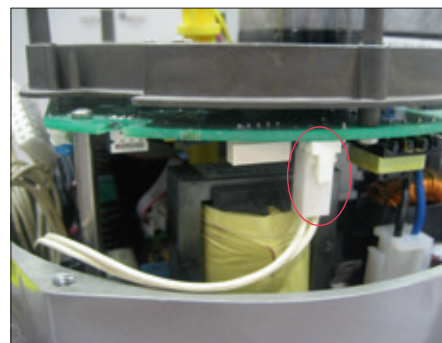

Figura 18
- Rimuovere il cavo con connettore a 2 pin da J1A sulla scheda logica (Figura 18).